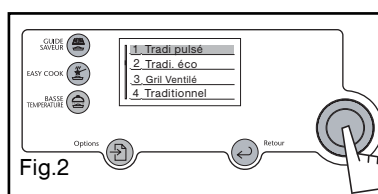

Fig.2
- Validez votre choix en appuyant sur le bouton de sélection (fig.2).